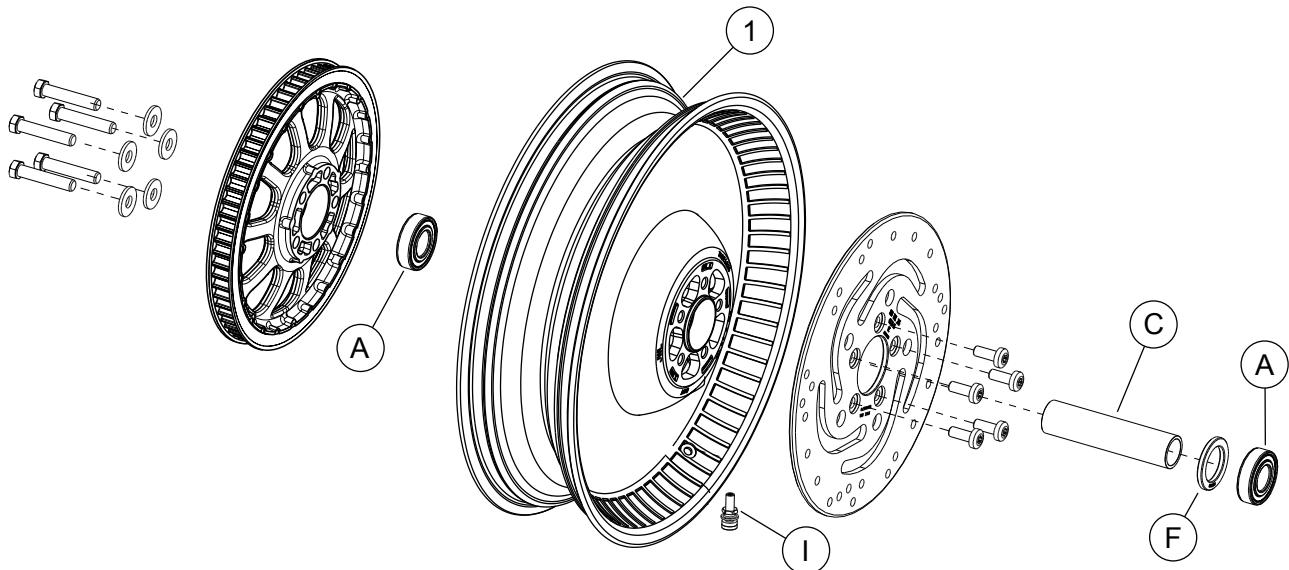

Figura 1. Peças de reposição: Rodas traseiras Deuce
Veja a Figura 1 e as tabelas de peças de reposição.
2. Veja a Figura 1. Instale o conjunto da haste de válvula (!) na roda. Consulte a seção PNEUS no Manual de serviço.